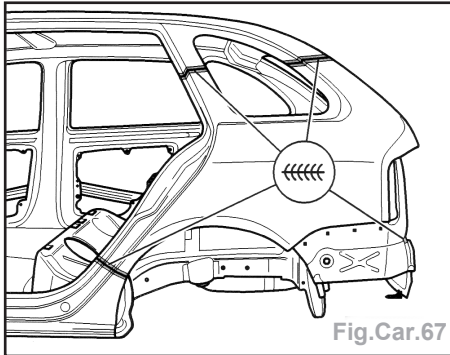

Fig.Car.67
- Souder les lignes de séparation par soudure pleine sous gaz protecteur (Fig.Car.67).